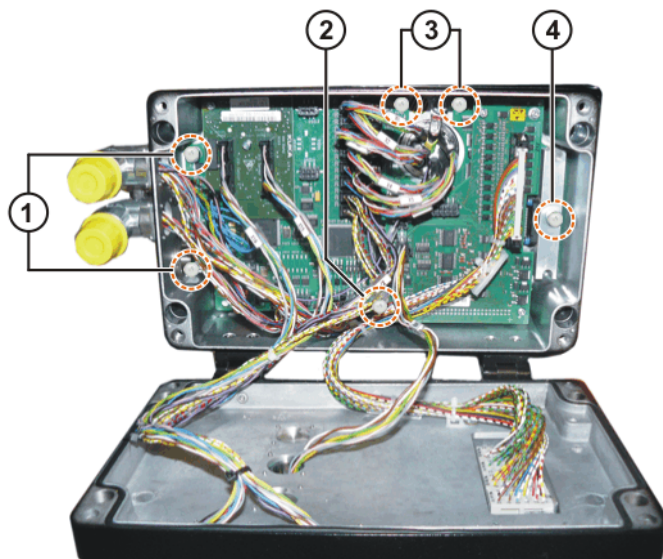

Рис. 11-16: Замена платы SafeRDW
4. Отвернуть и вынуть 6 крепежных винтов платы SafeRDW. (>>> Рис. 11-16)
6. Установить и закрепить новую плату SafeRDW. (>>> Рис. 11-16)